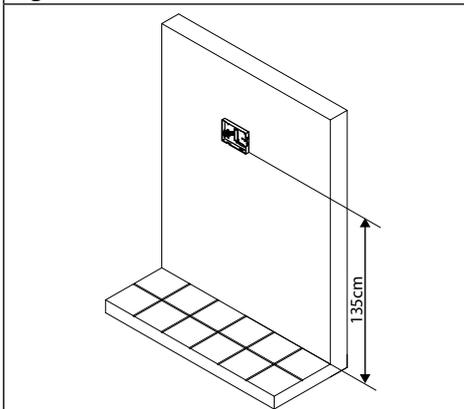
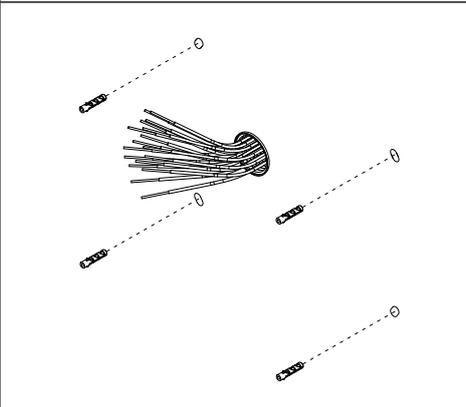

Fig. 4
Fig. 5
1. Comme le montre la figure **Fig. 4**, placez le couvercle arrière du vidéophone sur le mur en laissant environ 135 cm entre le fond et le sol et prenez les références pour les trous de fixation. Percez les trous (diamètre 5 mm) et insérez-les dans les bouchons d'expansion fournis comme indiqué sur le **Fig. 5**;